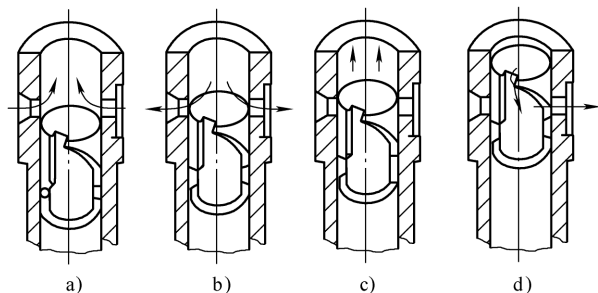

图 7-21 柱塞泵油过程
(2) 供油原理 柱塞偶件的泵油过程如图 7-21 所示。柱塞的头部加工有直槽和斜槽，直槽将柱塞顶部油腔与斜槽下部的环形油腔连通。柱塞套筒上有一个或两个油孔与泵体上的低压油腔（压力由输油泵建立）相通。当柱塞下行至其上端面在柱塞套筒的进油孔以下时，低压油腔的柴油进入柱塞顶上的油腔内。当柱塞自下止点向上运动且柱塞上端面没有完全遮住柱塞套上的油孔时，部分柴油被柱塞挤回低压油腔。当柱塞上端面完全遮住油孔（图 7-21c）时，柱塞外圆柱面切断了柱塞套内腔与泵体低压油腔的通道，柱塞继续上升、柱塞套内燃油压力迅速上升，打开出油阀，实现为喷油器供油。柱塞继续上移，当其头部下斜面刚刚露出套筒的油孔时，低压油腔与斜槽下部环形油腔相通，柱塞上方的高压燃油通过直槽迅速流回到低压油腔，使柱塞顶上的油压立刻下降、出油阀关闭，供油停止（图 7-21d）。此后柱塞仍继续上行，直到上止点为止，但不再泵油。从上述的吸油和压油过程可见，在柱塞向上运动的整个过程中，只是中间一段行程（从图 7-21c 到图 7-21d）才是供油过程，这一行程称为柱塞的有效行程。